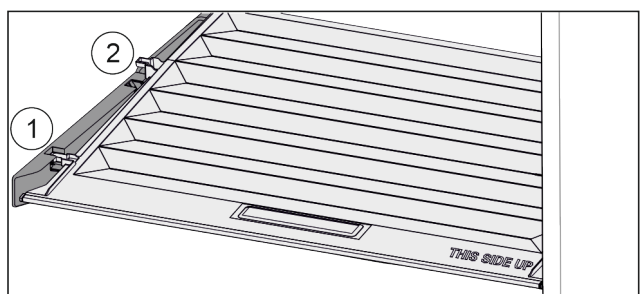

Fig. 71
- ▶ Deksel tot de opening in de vasthoudende delen naar voren trekken Fig. 71 (1).
- ▶ Aan de achterkant vanaf de onderkant omhoog tillen en vanaf de bovenkant verwijderen Fig. 71 (2).